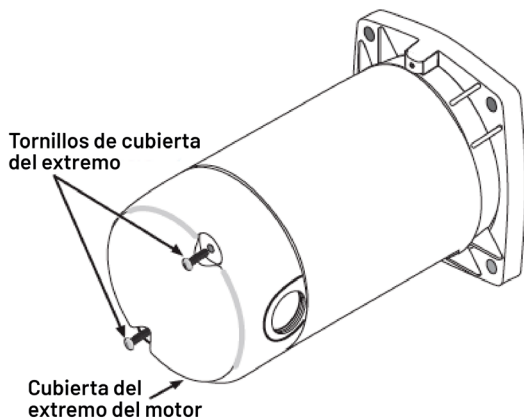

Figura 8: Cómo quitar la cubierta del extremo del motor
2. Quite la cubierta del extremo del motor para cambiar la configuración del motor (Figura 8).